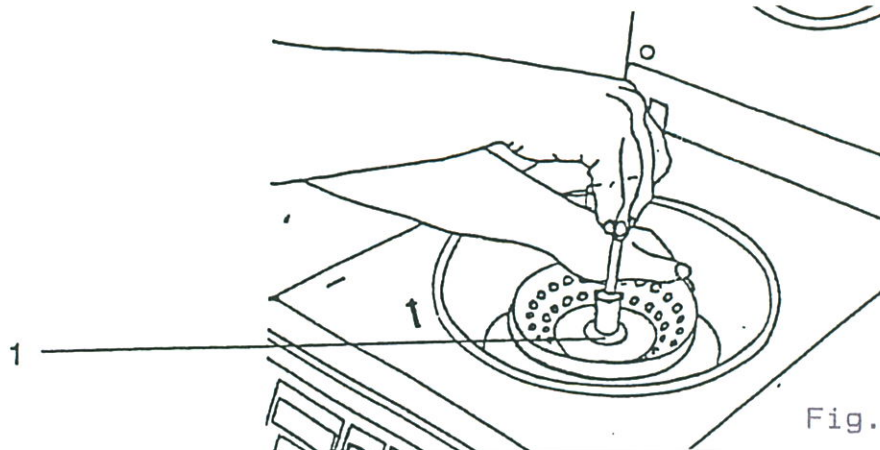

Fig. 3
Hold rotoren fast med den ene hånd, og skru rotoren fast med møtrikken (1) (fig 3). Møtrikken drejes modurs.
Ved tryk på knappen låser låget automatisk op i løbet af ca. 6 sek. Lyset i knappen slukker og låget kan åbnes. (se fig. 3 side 10).